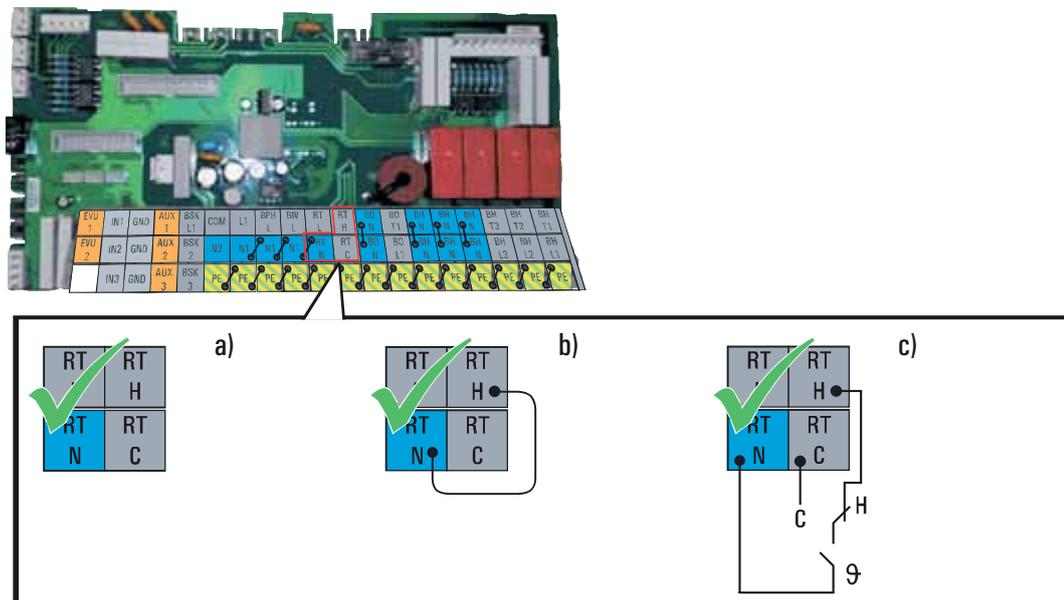

Figura 3-13 Possibilità di collegamento contatto riscaldamento/raffreddamento per la funzione massetto
7. I seguenti lavori di rifinitura sono anche necessari a seconda della variante di collegamento (assegnazione contatti vedere figura 3-13) e dopo lo scadere della funzione massetto: